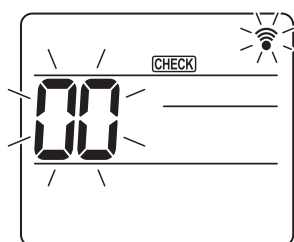
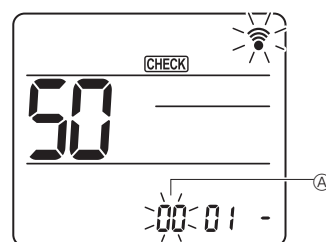
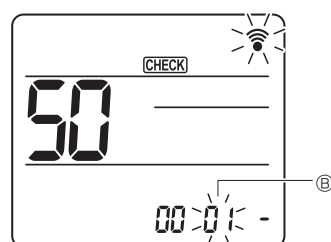
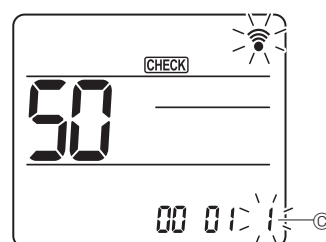

Fig. 6-16
Fig. 6-17
Fig. 6-18
Fig. 6-19
- ① Gå til funktionsvalgstilstanden
- Tryk på [MENU]-knappen inden for 5 sekunder. (Start denne funktion, mens fjernbetjeningens display er slukket). [CHECK] lyser, og "00" blinker. (Fig. 6-16)
- ② Indstilling af enhedsnummer
- Tryk på [SET]-knappen for at indstille enhedsnummeret ②. (Fig. 6-17)
- ③ Vælg en tilstand
- Tryk på [SET]-knappen for at indstille funktionsnummeret ③. (Fig. 6-18)
- ④ Indstilling af indstillingsnummer
- Brug [VÆLG]-knappen til at ændre indstillingsnummeret ④. (Fig. 6-19)
- ⑤ Valg af flere funktioner samtidigt
- Vælg igen ③ og ④ for at ændre flere funktionsindstillinger kontinuerligt.
- ⑥ Afslut valg af funktion